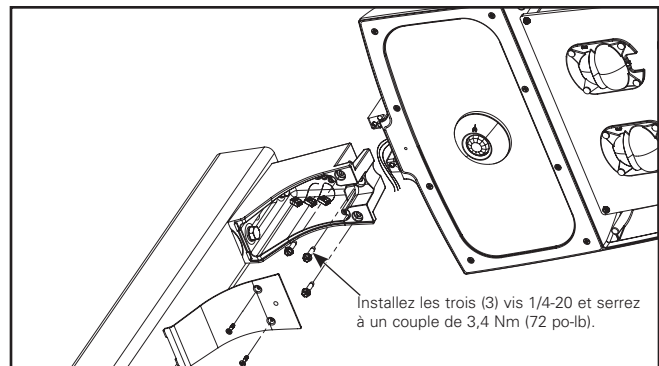

Figure 3.
3. Pliez les fils du luminaire devant la porte du luminaire lorsque vous glissez le luminaire sur le bras de montage. Installez les trois (3) vis de 6-20 x 25 mm (1/4-20 x 1 po) et serrez-les à un couple de 8,1 Nm (6 pi-lb). Serrez d'abord la vis centrale, comme montré à la Figure 3.
**Note:** Assurez-vous que les fils d'alimentation du luminaire ne sont pas coincés entre le couvercle et le bras de montage, comme montré aux Figures 3 et 5.
6. Installez les trois (3) vis de 6-20 x 25 mm (1/4-20 x 1 po) et serrez-les à un couple de 8,1 Nm (6 pi-lb). Serrez d'abord la vis centrale, comme montré à la Figure 3, puis installez le bouchon de plastique sur la vis centrale (Figure 3).
7. Rassemblez les fils dans le luminaire et installez la porte du luminaire. Serrez les huit (8) vis de la porte du luminaire à un couple de 2,2 Nm (20 po-lb) (ou serrez les vis de serrage à main de la porte).